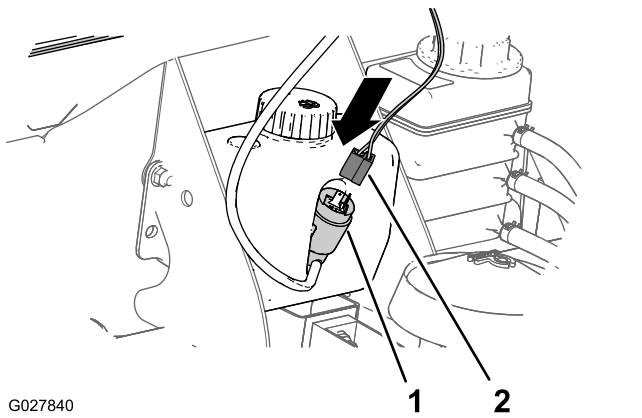

Figuur 28
4. Leid de kabelboom voor de sproeiervloeistofpomp langs de achterkant van de cabine en lijn hem uit met de stekker met 2 platte contacten in de motor van de sproeiervloeistofpomp (Figuur 28).